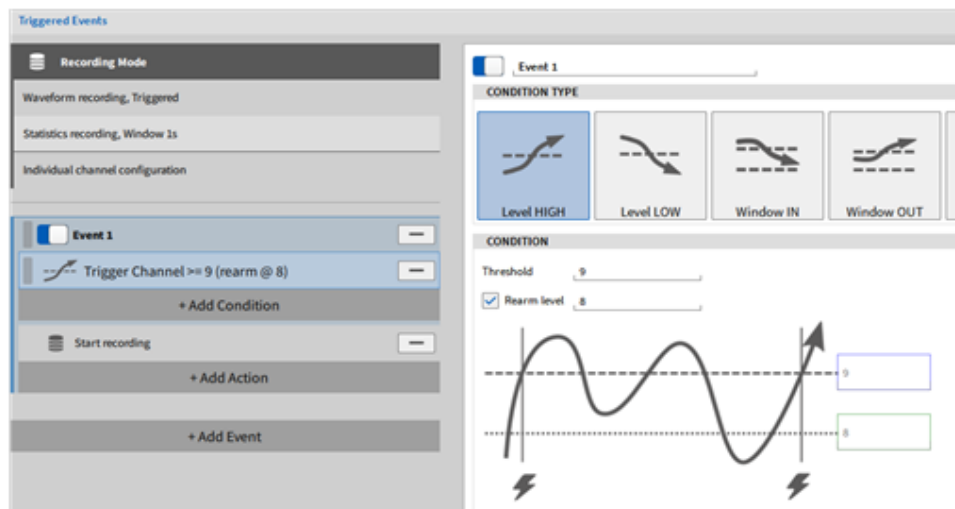

Abb. 9.49: Beispiel: Triggerereignisse - Einstellungen
Abb. 9.49 und Abb. 9.50 zeigen die Einstellungen. In diesem Beispiel wird gezeigt, wie die berechneten Power-Kanäle kontinuierlich gespeichert werden und die Rohdaten bzw. Zeitdaten nur im Falle eines Evens. Für die Zeitdaten wurden zudem unterschiedliche Sampleraten eingestellt (siehe *Individuelle Kanal-Samplerate*) und verschiedene Einstellungen für statistische Daten getroffen.
2. Die anderen Kanäle des TRION-1820-POWER-4 Moduls wurden auf *Default* gesetzt. Dies bedeutet, sie werden dann aufgezeichnet, wenn das Event eintritt. Abb. 9.49 zeigt, dass die Aufzeichnung gestartet wird, wenn der Kanal Trigger über 9 V ansteigt. Ab diesem Zeitpunkt werden die Rohdaten bzw. Zeitdaten gespeichert mit einer Samplerate von 200 kHz bzw. 10 kHz für die Kanäle *I_Netz* und *U_Netz*.